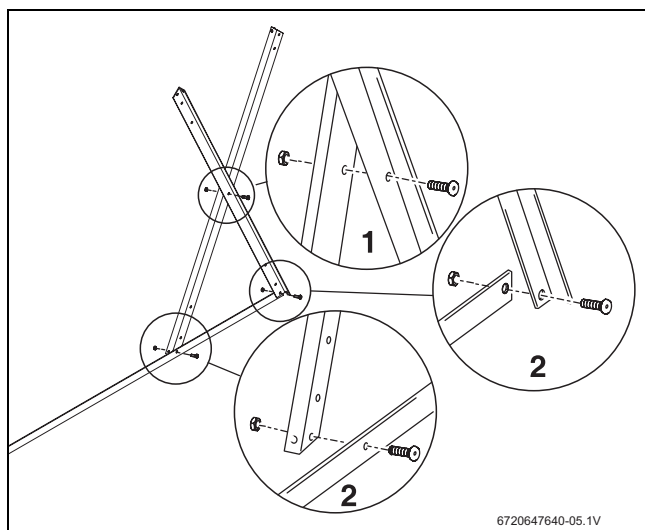

Fig. 17 Visser les rails de support
- ▶ Assembler par vis deux rails de support-ballon en croix (→ fig. 17, [1]) au milieu puis les monter sur le rail - en bas [2] de manière à ce que la surface au sol soit orientée vers l'intérieur.